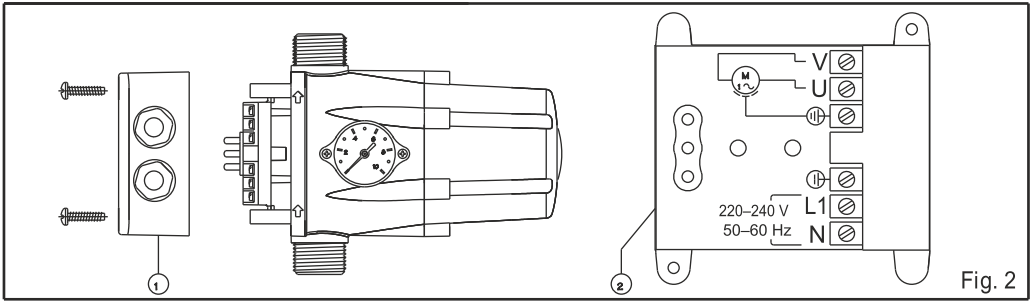

Fig. 2
## BRANCHEMENT ÉLECTRIQUE (fig. 2)
- d) Raccordement électrique erroné: Vérifier les raccordements selon fig. 2
- b) Pompe bloquée: Témoin lumineux (FAILURE) allumé. Le système de sécurité a fonctionné. Quand l'on agit sur le poussoir manuel de mise en service (RESET) le témoin lumineux (ON) s'allume mais la pompe ne démarre pas. Contacter avec le service technique.
## ELEKTRISCHER ANSCHLUß (Bild 2)